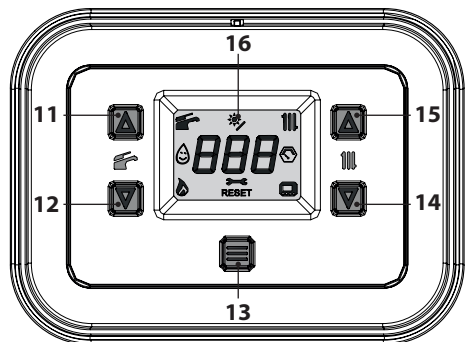
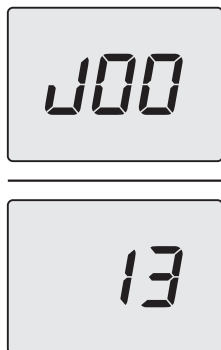

Figura 3.9
Figura 3.10
Per accedere alla modalità INFO tenere premuti contemporaneamente i tasti 14 e 15 (Figura 3.9) fino a far apparire sul display l'indice "J00" che si alterna al valore del parametro (Figura 3.10).
- tenere premuti contemporaneamente i tasti 12 e 14 per 5 sec. (Figura 3.9) (salita di un livello).
Per il ripristino del normale funzionamento della caldaia, basta premere il tasto 13 (Figura 3.9).